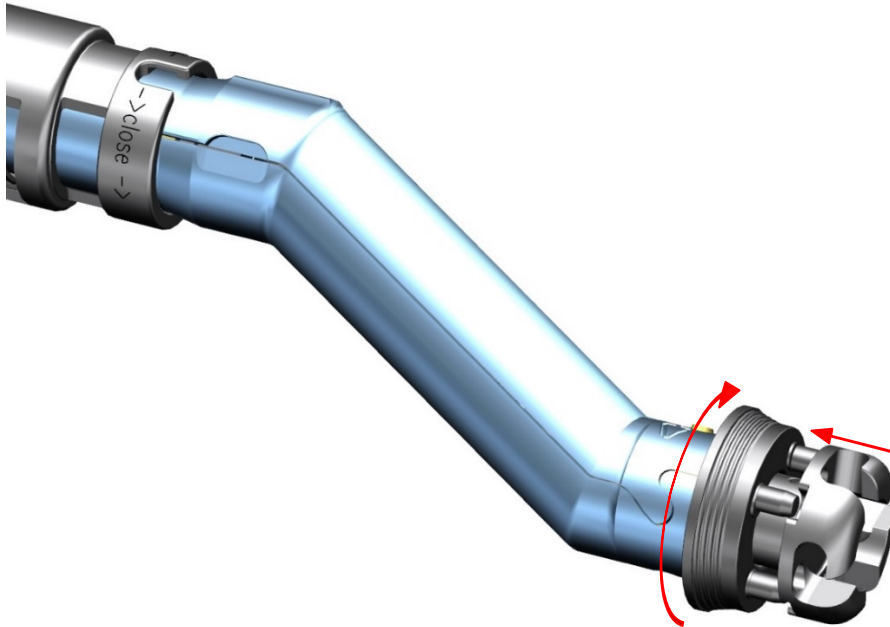

Abbildung 4: Prima Curve 2.0, **Ring mit 4 Stiften** in „Dauer-Offen“ Position
- Beim Konnektieren des Acetabulumfräasers durch Aufstecken (1) und anschließender Verdrehung (2) erfolgt die Arretierung an der Fräseraufnahme selbsttätig – Ausnahme siehe Abbildung 4.